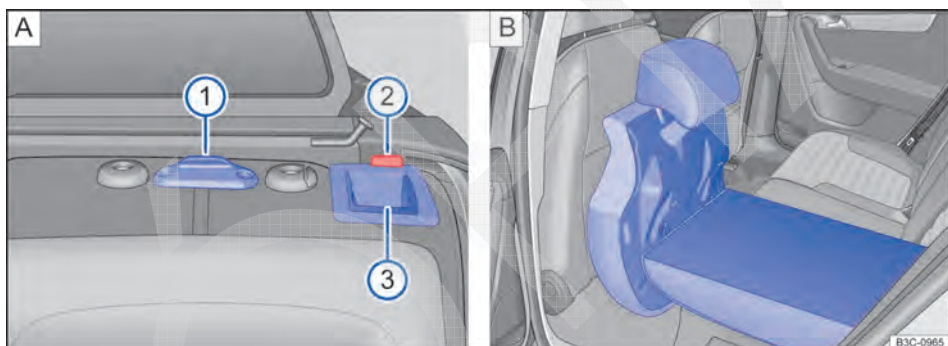

Fig. 64 Rebater o banco traseiro para frente.
- Puxar o botão de destravamento ⇒ Fig. 64 A ③ para frente ou destravar o encosto do banco com o botão de destravamento à distância ⇒ Página 157. O encosto só pode ser dobrado, depois que a marcação vermelha na teca ⇒ Fig. 64 A ② for visível.
- Empurrar o encosto para frente somente até que o ponto de apoio ⇒ Fig. 64 A ① encoste no suporte do assento do banco.
- Dobrar o encosto para trás e encaixá-lo no travamento. A marcação vermelha na tecla ⇒ Fig. 64 A ② não pode mais ser visível.
- Colocar o assento na posição original. Todos os engates do cinto precisam ser acessíveis ⇒ ①.
- Uma marcação vermelha no botão ⇒ Fig. 64 A ② sinaliza um encosto não travado; na posição travada, a marcação vermelha não pode estar visível.